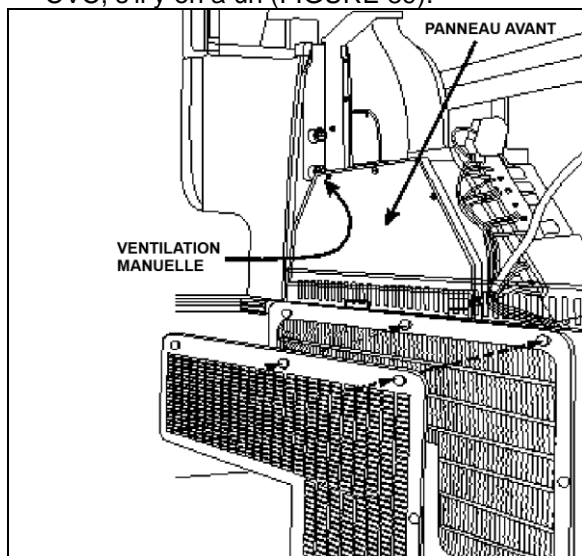
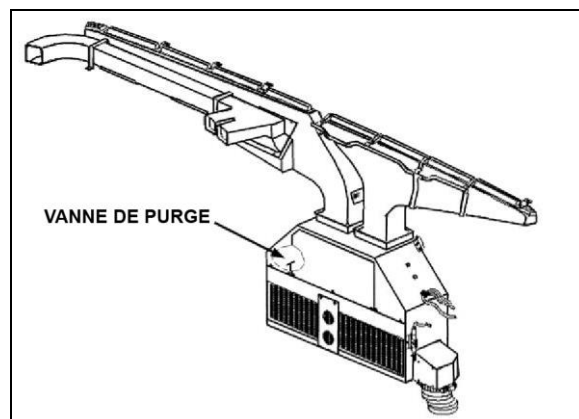
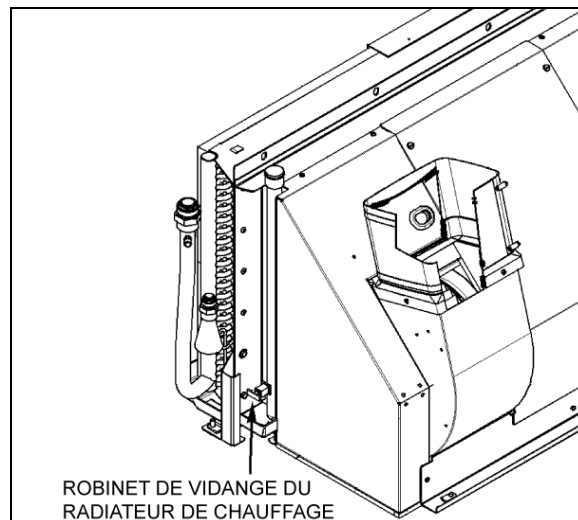

FIGURE 89 : UNITÉ DE CVC/DE DÉGIVRAGE DU CONDUCTEUR
FIGURE 90: CIRCULATION DE L'AIR DE L'UNITÉ DE CONDUCTEUR
FIGURE 95: EMPLACEMENT DU ROBINET DE VIDANGE DU RADIATEUR DE CHAUFFAGE
L'air neuf entre par l'arrière des phares de droite (séries H3) ou par la boîte de répartition d'air sous le compartiment de service avant (séries X3) et pénètre dans la boîte de mélange par l'intermédiaire d'un clapet qui peut s'ouvrir et se fermer. Le retour d'air entre par la console de droite dans la boîte de mélange. (Figure 90) Le mélange d'air passe par les serpentins de refroidissement et de chauffage, par les ventilateurs et par les tuyaux d'évacuation.
4. Depuis l'intérieur du véhicule, démonter les deux panneaux de finition à l'avant de l'unité. Enlever les trois vis qui fixent le panneau avant de l'unité. Ouvrir le robinet de vidange situé à de l'unité du conducteur. (Figure 90). Pour un drainage plus efficace, ouvrir l'évent manuel situé du côté conducteur de l'unité de CVC, s'il y en a un (FIGURE 89).
4. Ouvrir le robinet de vidange en bas du radiateur de chauffage (Figure 95). Il est possible de détacher un raccord de flexible en haut du radiateur de chauffage afin de laisser l'air entrer pendant la vidange. Le robinet de vidange principal du radiateur de chauffage se trouve dans le compartiment de l'évaporateur. Pour accéder à la soupape sur les véhicules de série X, ouvrir la porte du compartiment à bagages situé en face du compartiment de l'évaporateur (côté gauche). Ouvrir le panneau d'accès au compartiment de l'évaporateur.
Il est nécessaire de purger l'air du système de chauffage lorsque le système de chauffage a été vidangé et rempli ou après un manque de liquide et un ajout. Repérer le robinet de purge illustré à la Figure 90 et à la Figure 95, l'ouvrir et le maintenir ouvert jusqu'à ce qu'il n'y ait plus d'air qui sorte des tuyaux. Pour un drainage plus efficace, ouvrir l'évent manuel situé du côté conducteur de l'unité de CVC, s'il y en a un (FIGURE 89).